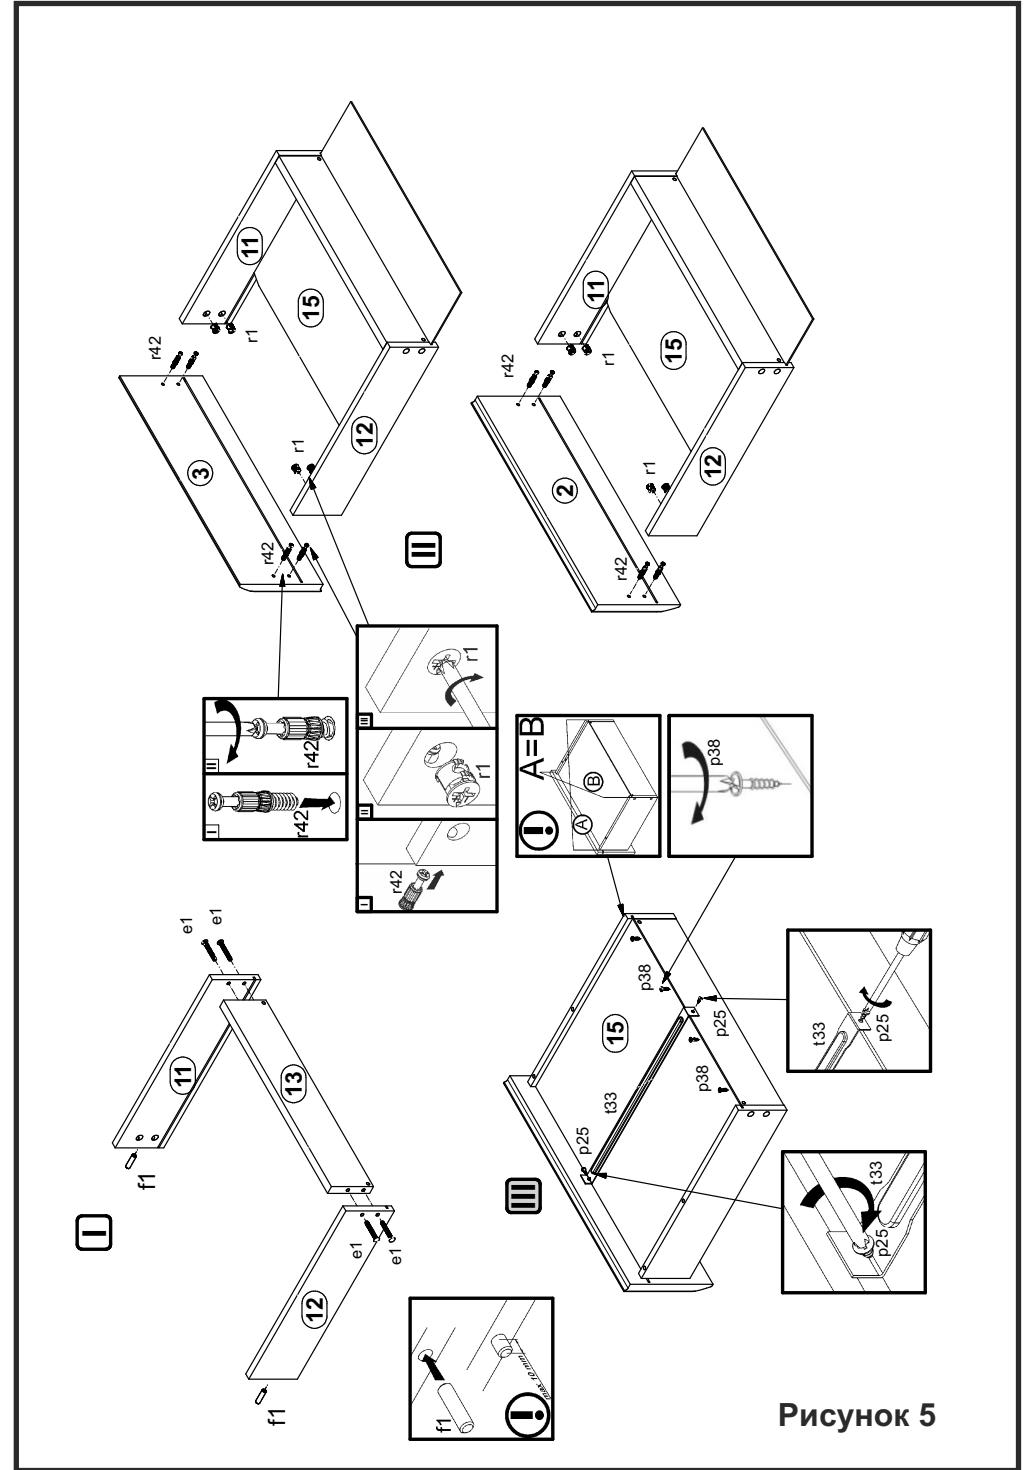

Рисунок 5
15. В отверстия Ø8 мм на передних кромках стенок боковых ящиков 11, 12 вбить деревянные шканты f1 (см. рис. 5).
16. В отверстия Ø15 мм на внутренних поверхностях стенок боковых ящиков 11, 12 вставить стяжки эксцентриковые r1 (см. рис. 5).
17. Соединить детали 11, 12, 13 с помощью конформатов e1, пользуясь ключом z1, вставить в пропилы на боковых и задних стенах собранных корпусов ящиков дно ящика 15 (см. рис. 5).
18. В отверстия Ø5 мм на внутренних поверхностях панелей ящиков 2, 3 вкрутить винты стяжки r42 (см. рис. 5).
19. Соединить панели ящиков 2, 3 с корпусами ящиков при помощи шкантов f1 и винтов стяжек r42 и затянуть эксцентриковые стяжки r1 при помощи отвертки. Закрыть стяжки эксцентриковые r1 на стенах боковых ящиков 11, 12 заглушками s2 (см. рис. 5).
20. Перевернуть ящики дном вверх и зафиксировать дно ящика 15 с помощью фиксатора дна ящика t33 и шурупов p25 (см. рис. 5).